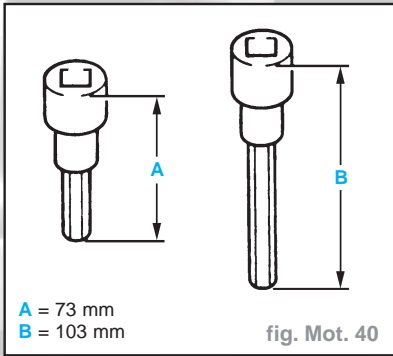

fig. Mot. 40
- Pour dévisser les vis de culasse arrière, utiliser la clé à douille **SW10** aux dimensions suivantes (fig. Mot. 40).